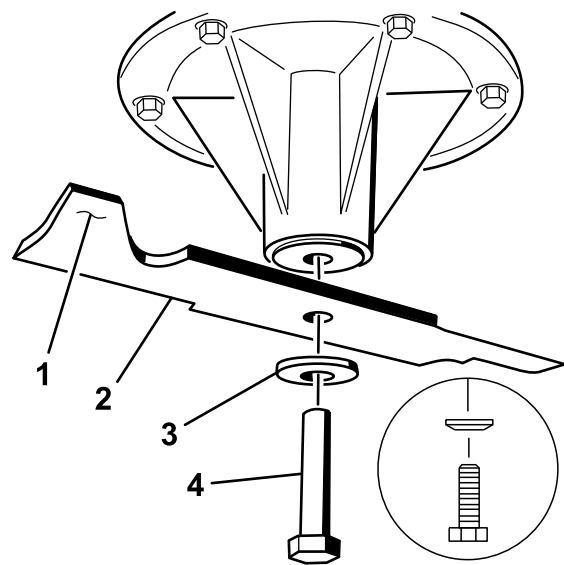

Figura 106
- Instale la cuchilla en el eje (Figura 106).
- Instale la arandela de muelle y el perno de la cuchilla (Figura 106).
Nota: El cono de la arandela elástica debe estar orientado hacia la cabeza del perno (Figura 106).